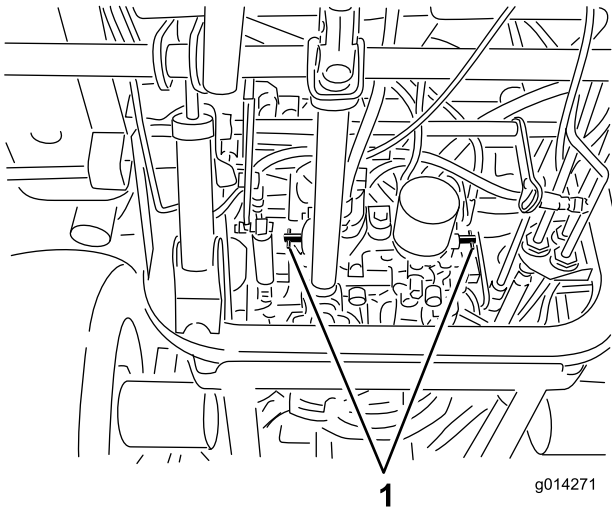

图 26
3. 将各个旁通阀分别逆时针旋转 1 圈 图 26。
1. 将各个旁通阀分别顺时针旋转 1 圈并用手拧紧 图 26。
2. 如图 26 所示上紧阀门扭矩至约 8N·m。